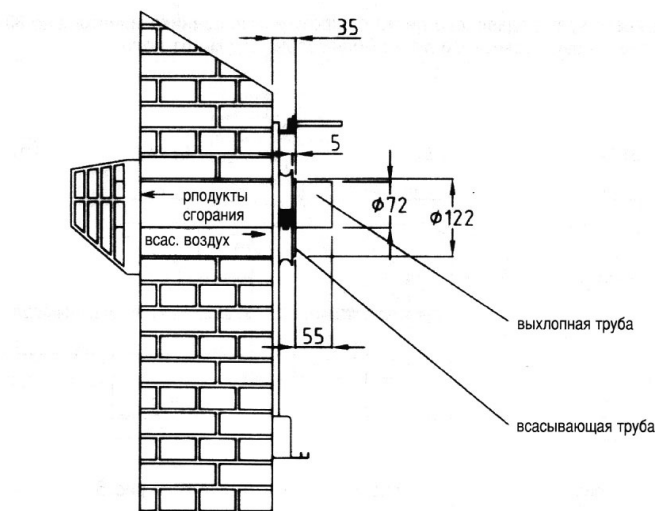

Рис.2
- Труба подвода воздуха и отвода продуктов горения должна быть выведена за наружную стену помещения (рис. 2). Она должна быть смонтирована таким образом, чтобы нижний край был не менее, чем на 30 см выше уровня поверхности земли.
Подготовка – рис. 2